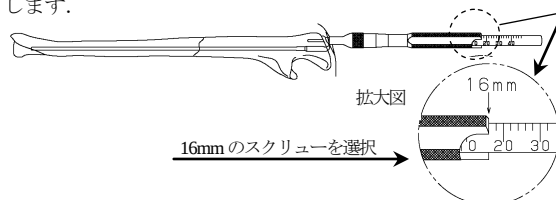

図 9
8) 2.0 ドリルスリーブ（A）を取り外します。用手的に取り外し難い場合は、ヘクスローブ 10 ドライバーを用いて取り外します。骨面とインプラントに浮きがないことを確認し、スクリューホールに 3.5 キャンセラスクリュー用デプスゲージを当て付け、ドリリング深さを計測します。（図 9）読み値から 3.5 ロッキングキャンセラスクリューの長さを選択します。